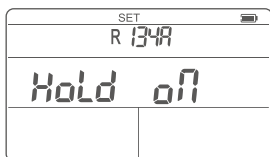

Abbildung 11 Temperaturkompensations-Einstellschnittstelle
2. Drücken Sie dreimal kurz die Taste , um auf die Temperaturkompensationseinstellung umzuschalten (Abbildung 11).